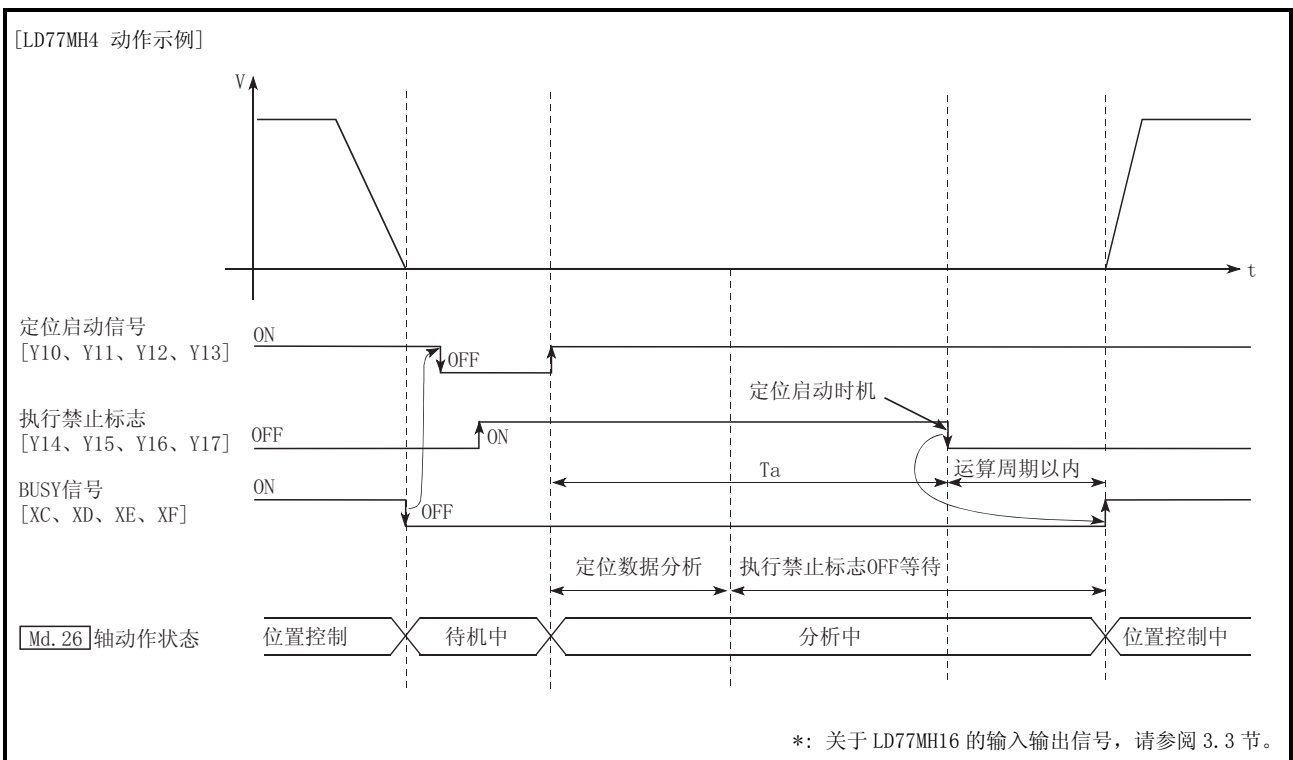

图 13.48 预读启动功能的动作
通过在执行禁止标志 ON 的状态下将定位启动信号置为 ON，或者通过执行专用指令 (ZP.PSTRT1、ZP.PSTRT2、ZP.PSTRT3、ZP.PSTRT4) 可以执行预读启动功能。如果在执行禁止标志 ON 的状态下进行定位启动，将进行定位数据分析，但是不进行伺服启动。在执行禁止标志 ON 时，“Md. 26 轴动作状态”将保持为“5: 分析中”不变。如果将执行禁止标志置为 OFF，在运算周期以内将开始伺服启动，“Md. 26 轴动作状态”将变为符合各控制方式的状态 (位置控制中、速度控制中等)。(参阅图 13.48)
- (1) 定位数据分析所需时间最多为 0.88ms (LD77MH4) / 3.55ms (LD77MH16)。
- (2) 定位数据分析后，变成执行禁止标志 OFF 等待状态。在执行禁止标志 OFF 等待状态下变更了定位数据时，不能反映变更数据。进行定位数据变更时应在定位启动信号 ON 之前进行。
- (3) 从定位启动信号 ON 开始，到完成定位数据分析之前执行禁止标志变为 OFF ($T_a < \text{启动时间}$, T_a : 参阅图 13.48) 时，预读启动功能无效。
- (4) 在“**Cd. 3** 定位启动编号”中通过预读启动功能可以定位启动的数据 No. 仅为 No. 1~600。在设置 No. 7000~7004、9001~9004 进行预读启动功能时会导致超出启动编号范围出错(出错代码:543)。
- (5) 将执行禁止标志置为 ON 时，必须与定位启动信号同步或在将定位启动信号置为 ON 之前进行。定位启动信号 ON 后，即使在 T_a 期间将执行禁止标志置为 ON，有时也不能变成预读启动。在执行禁止标志 OFF 的状态下启动定位后，即使将执行禁止标志置为 ON，预读启动功能也无效。(在下一次的定位启动时变成有效。)